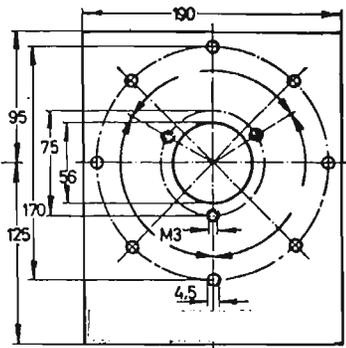

Fig. VI-9a
verticale, (1) en laiton argenté de 220 mm x 190 mm x 3, percée selon la figure VI-9a, et munie du support spécial SK610 et de sa cheminée céramique indispensable. Les deux circuits, une fois terminés, sont rigoureusement étanches. Il s'ensuit que tout l'air froid pulsé provenant de la soufflerie emprunte, pour s'évacuer, le canal des ailettes d'anode de la lampe utilisée, ce qui se traduit par une ventilation parfaite et un refroidissement satisfaisant.